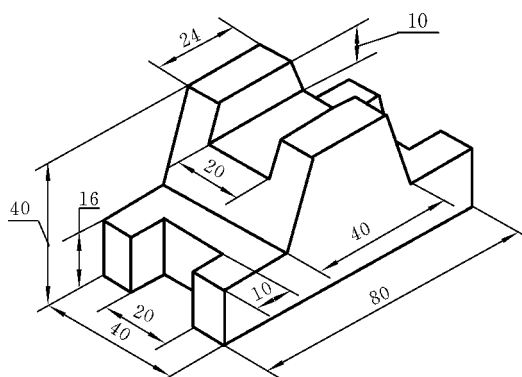

图 11.83
1. 根据本章的建议,自选创建三维图形的命令,完成下列各图形(图 11.83 ~ 图 11.87)的绘制。